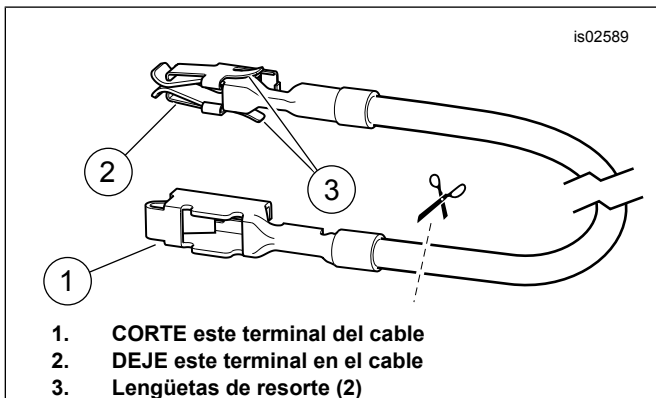

Figura 8. Cable de adaptador del bloque de fusibles (Dyna y Softail)
3. Vea Figura 22 . Obtenga del kit el cable del adaptador del bloque de fusibles naranja/blanco (9). Observe el terminal en cada extremo (vea Figura 8). Solo el terminal con las lengüetas de resorte encajará dentro de este bloque de fusibles. Corte cuidadosamente el terminal que no se esté usando del cable y deséchelo.